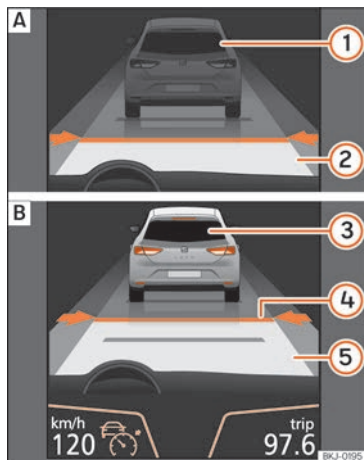
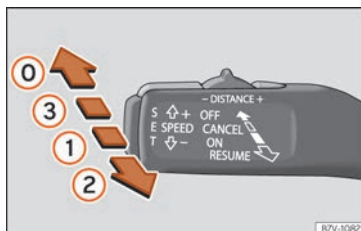

Fig. 262 Sul display del quadro strumenti: [A] ACC inattivo (Standby). [B] ACC attivo.
Fig. 264 A sinistra del piantone dello sterzo: terza leva per utilizzare il sistema di regolazione automatica della velocità.
Indicazione sul display » » » **fig. 262:**
strumenti si accende la spia di controllo verde (🟢) e sul display vengono indicati la velocità programmata e lo stato dell'ACC » **fig. 262.**
»» **fig. 264** o premere il tasto **SET** rispettivamente.
La velocità programmata può essere modificata con il veicolo sia fermo che in marcia, a seconda della preferenza. Qualsiasi modifica della velocità programmata verrà visualizzata nella parte inferiore sinistra del display del quadro strumenti »» **fig. 262**.
- Per attivare l'ACC, con la terza leva situata in posizione **1**, occorre premere il tasto **SET** o collocare la terza leva dell'ACC in posizione **2** »» **fig. 264**. In questo momento, l'immagine dell'ACC sul display del quadro strumenti passerà alla modalità Attiva »» **fig. 262**.
Per scollegare l'ACC, collocare la leva in posizione **0** »» **fig. 264** fino all'arresto. In questo momento compare il testo **ACC disattivato** e la funzione è completamente disattivata.
Se non si desidera scollegare l'ACC, ma solo disattivarlo temporaneamente (Standby), collocare la terza leva in posizione **3** »» **fig. 264** o premere il pedale del freno.